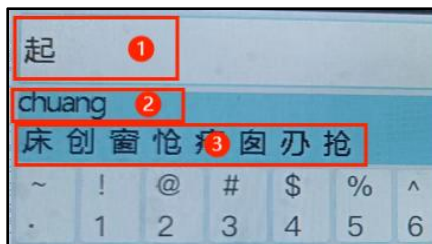

图 6-22：拼音文字说明
**输入文字坐标 X 和 Y:** 如下图 6-22 标注 1，文字的左上角坐标。基准点是键盘页的左上角坐标。
**提示文字颜色:** 同时更改下图 6-22 标注 2 和 3 的文字颜色。
**拼音提示坐标 X 和 Y:** 下图 6-22 标注 2 的左上角坐标。基准点是键盘页的左上角坐标。
**汉字提示坐标 X 和 Y:** 下图 6-22 标注 3 的左上角坐标。基准点是键盘页的左上角坐标。